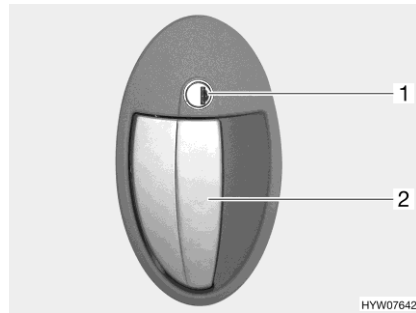

Bild 53 Dörrlås (bodelsdörr, utsida)
- Stick in nyckeln i låscylindern (Bild 53,1) och vrid den medurs tills dörrlåset låses upp.
- Drag i dörrhandtaget (Bild 53,2). Dörren är öppen.
- Stick in nyckeln i låscylindern (Bild 53,1) och vrid den moturs tills dörrlåset har låsts.